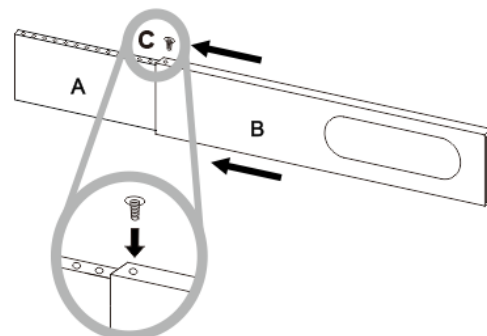

Abbildung 9
2. Sofern das Schiebefenster größer als die Mindestlänge des Fensterschiebersets ist, schieben Sie Panel B in Panel A und passen Sie es dem Fenster an (siehe Abbildung 9)
3. Befestigen Sie die Schraube/den Pin in den Löchern die der benötigten Fensterbreite entsprechen (siehe Abbildung 9).